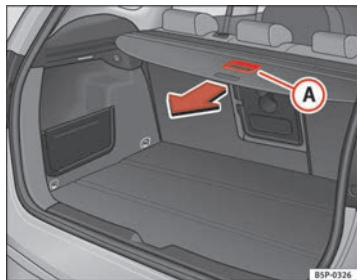

Abb. 123 Betätigung der Ablage
- Ziehen Sie die Ablage am Griff **A** nach hinten, bis Sie ein „Klick“ hören ⇒ Abb. 123.